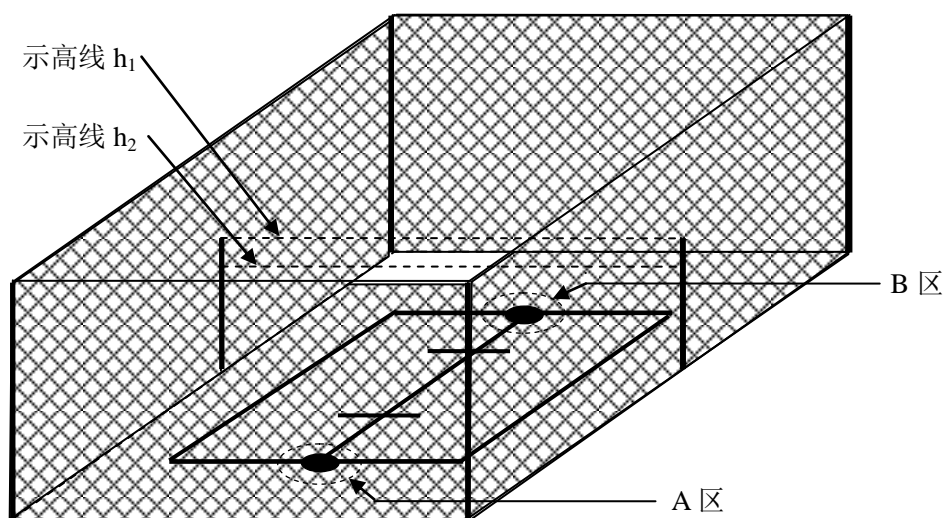

图 3 飞行区域安全网示意图
14. 为保证安全，可沿飞行区域四周架设安全网（长 500cm，宽 400cm，高 200cm），顶部无需架设。若安全网采用排球网、羽毛球网时可由顶向下悬挂不必触地，不得影响视线。安装示意图如图 3 所示。